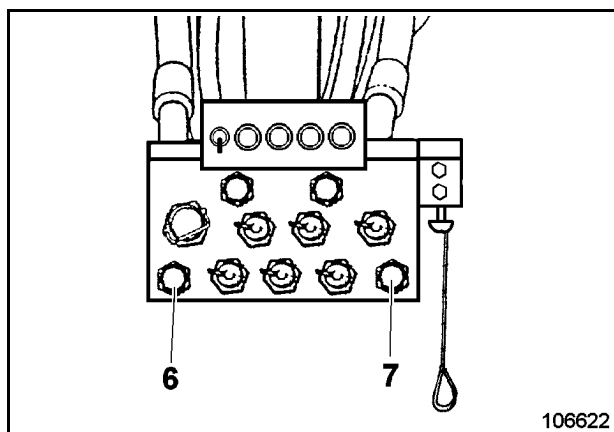

Fig. 3-16:
- Encajar la varilla indicadora; el nivel del aceite debe encontrarse cerca de la marca. En caso de encontrarse el nivel por debajo de la marca, se puede rellenar aceite por medio de la estación de servicio (Fig. 3-16:)
- cierre rápido (6) para el depósito de aceite del motor izquierdo
- cierre rápido (7) para el depósito de aceite del motor derecho.